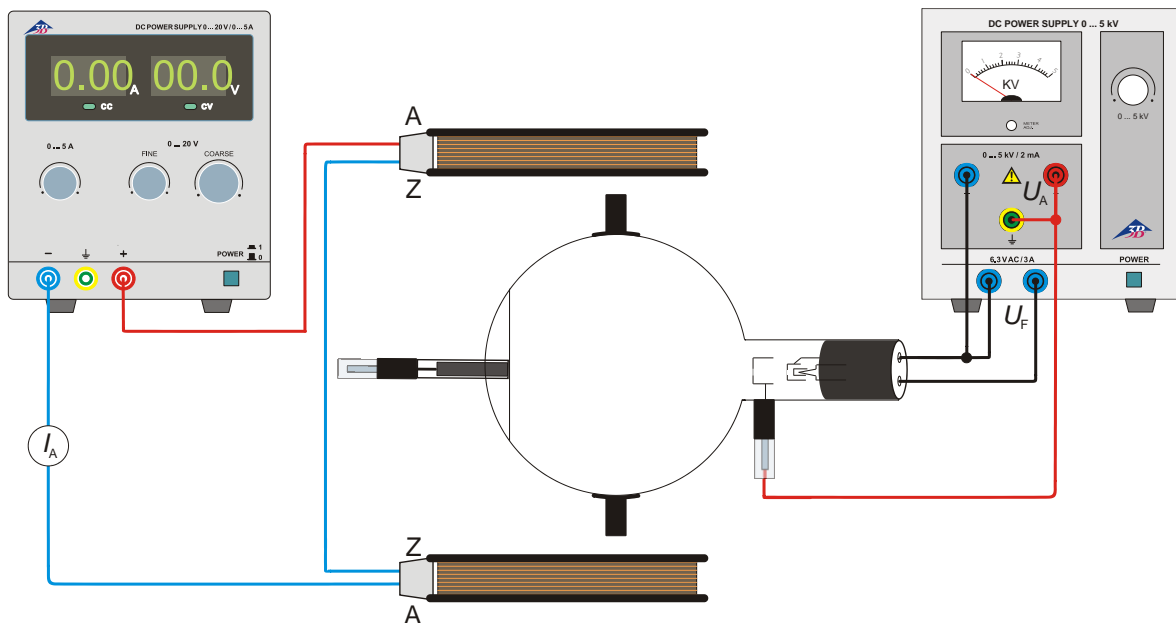

Fig. 3 Évaluation de la charge électronique spécifique  $e/m$
- Procédez au câblage comme le montre la fig. 3.